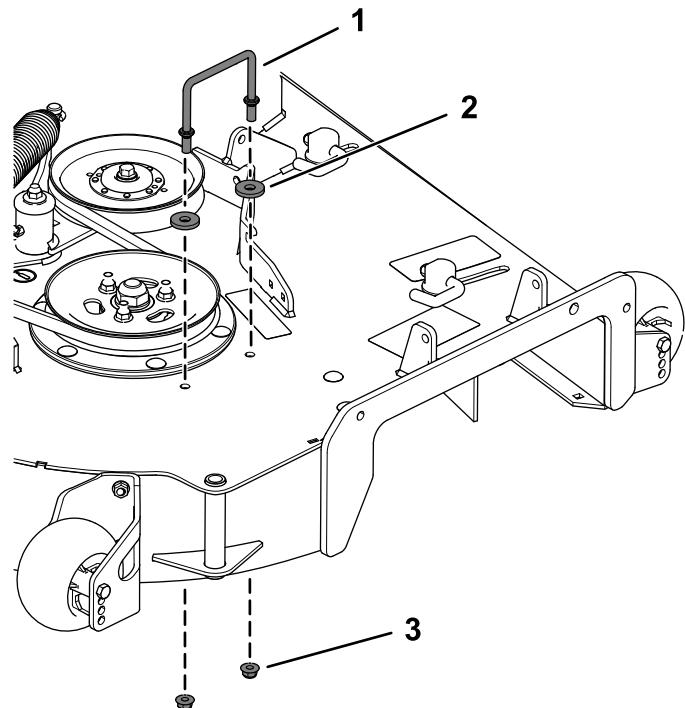

Figura 3
3. Retire el soporte de la cubierta de la correa de la derecha existente (Figura 3).